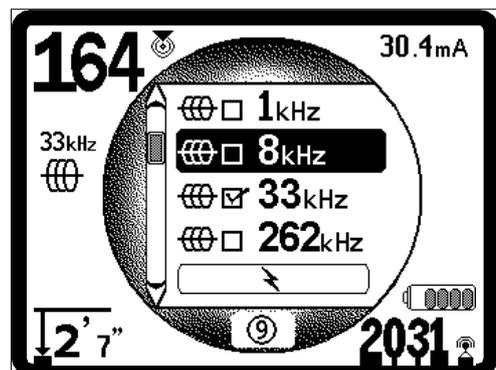

Figure 15 : Mise en surbrillance d'une fréquence souhaitée (8 kHz)
2. A l'aide des touches Haut et Bas, mettez en surbrillance la fréquence souhaitée (Figure 15). Dans cet exemple, l'opérateur active la fréquence 8 kHz.